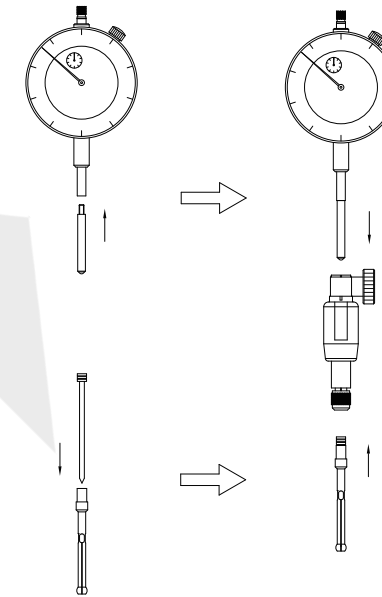

fig.1
- (1) Instale o medidor de diâmetro interno de acordo com a fig. 1